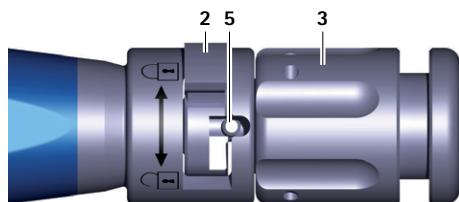

Fig. 4 Närbild av insätttningsinstrumentet med fastspänt provimplantat/implantat
- ▶ Vrid vridmuttern 3 på insätttningsinstrumentet A medurs (riktning "back") tills provimplantatet är fastspänt, se Fig. 4.
- Vrid vridmuttern 3 på insättningsinstrumentet A medurs (riktning: "back") tills implantatet är fastspänt, se Fig. 4.